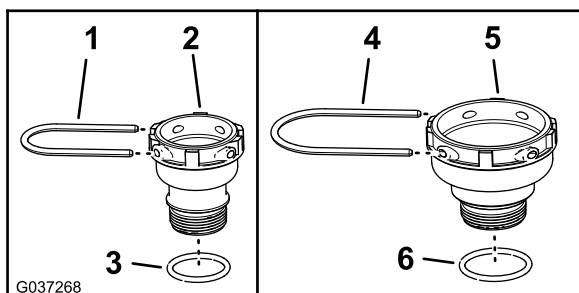

Figura 4
2. Instale o anel de retenção de 1½" x 1-13/16" (38 x 46 mm) na união de 1¼" (31,8 mm) como se mostra na Figura 4.
3. Instale o anel de retenção de 1¾" x 2-3/32" (45 x 53 mm) na união de 1½" (38,1 mm) como se mostra na Figura 4.